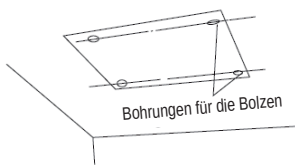

Abb. 6
- (1). Anhand der Montagebohrlehre vier Deckenbohrungen durchführen (Abb. 6).